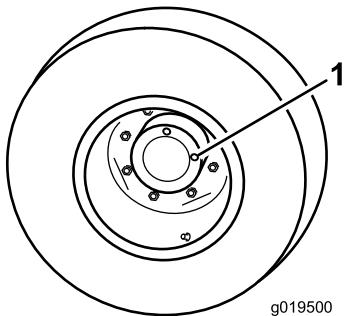

Bild 17
1. Wenn die Maschine auf einer ebenen Fläche steht, positionieren Sie das Rad so, dass eine Prüfschraube auf 12 Uhr und die andere auf 3 Uhr steht (Bild 17).
1. Prüf-/Ablassschraube (2)
2. Entfernen Sie die Schraube, die auf 3 Uhr steht (Bild 17).